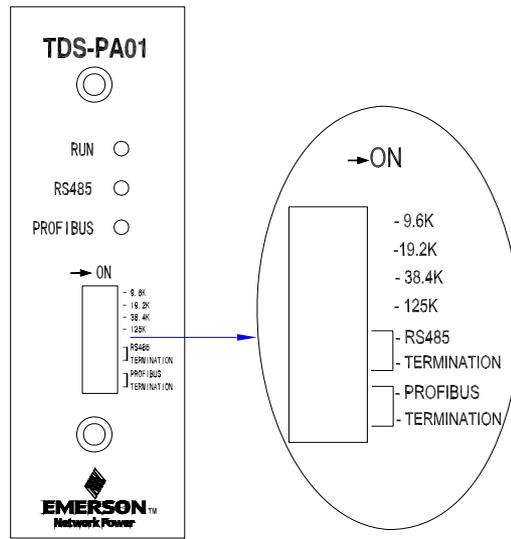

图3.7 拨码开关(选择通讯波特率和总线终端)
7. 接线完毕后，注意终端电阻的选择。如果TDS-PA01现场总线适配器安装于PROFIBUS总线的终端，应将PROFIBUS终端电阻拨码置于“ON”状态，否则应将终端电阻断开。注意：PROFIBUS终端电阻的两个拨码应同时处于“ON”或“OFF”状态，否则可能导致通讯故障。终端电阻的拨码如图3.7所示。